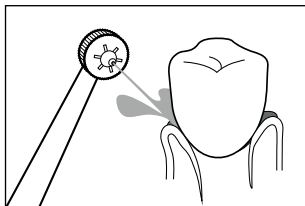
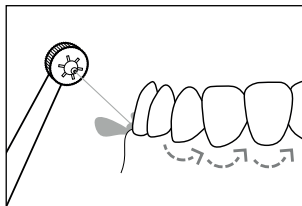

Fig. 8
Fig. 9
- ◆ Para la limpieza, dirija el chorro de agua hacia los espacios interdientales y los bordes de los dientes. Sostenga el cabezal **2** de forma que el chorro de agua pueda eliminar los restos de comida de la encía (consulte la fig. 8). Mueva el cabezal **2** lentamente a lo largo de los bordes de los dientes de un espacio interdental al siguiente (consulte la fig. 9). Limpie de esta manera todas las caras exteriores e interiores de los dientes.